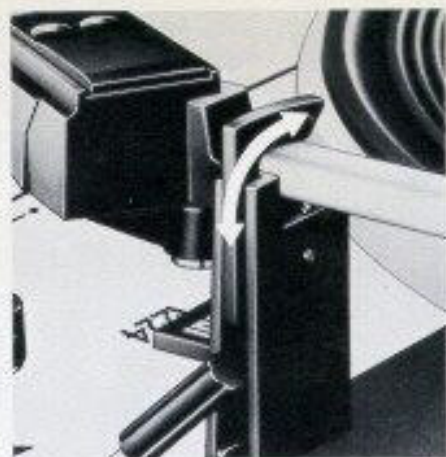

Fig. 7
Wählen Sie bitte die Plattenteller-Drehzahl 33 1/3 oder 45 U/min ② und entriegeln Sie den Tonarm (Fig. 7).
**Bemerkung:** Zum Abspielen von Schallplatten mit abweichenden Durchmessern z.B. älteren 25 cm-Schallplatten, ist das Gerät manuell zu bedienen (siehe Abschnitt 2. "Manuelle Inbetriebnahme"). Nach dem Spielen der Schallplatte erfolgt die Rückführung des Tonarmes und das Abschalten automatisch. Es empfiehlt sich, den Tonarm wieder zu verriegeln (Fig. 7).